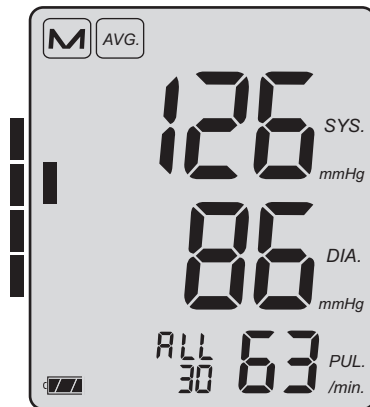

Figura 8
- ➔ Cada 30 mediciones registradas puede consultar el valor medio de su tensión arterial pulsando brevemente la tecla M **con el aparato apagado**. Se mostrará la media de todos los valores guardados (ALL). Pulsando de nuevo la tecla M se mostrará el valor medio de todas las mediciones realizadas entre las 0:00 y las 11:59 horas (AM) y posteriormente el valor medio de todas las realizadas entre las 12:00 y las 23:59 horas (PM). Junto a la indicación ALL/AM/PM se mostrará el número de mediciones a que corresponde la media (véase la figura 8).
Al mostrar los valores medios, en el borde izquierdo de la pantalla aparecerá un rectángulo oscuro (véase la figura 8) de altura proporcional al valor medio de la tensión arterial. Si utiliza la escala de clasificación adjunta (véase figura 9), podrá determinar el área en la que se encuentra su tensión arterial según los criterios de la OMS (véase página 177).